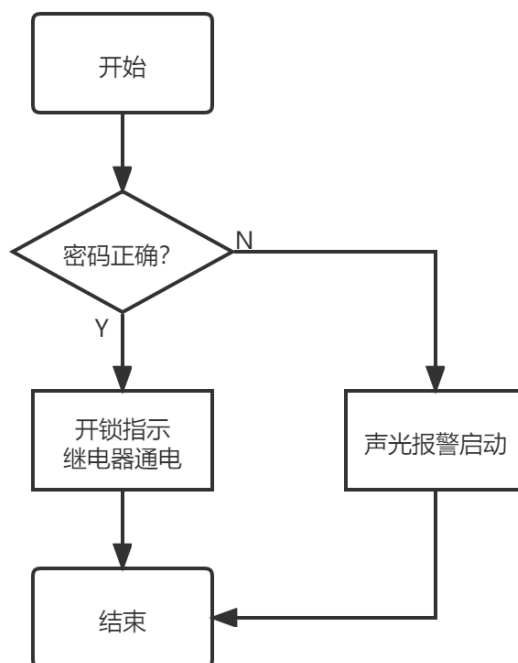
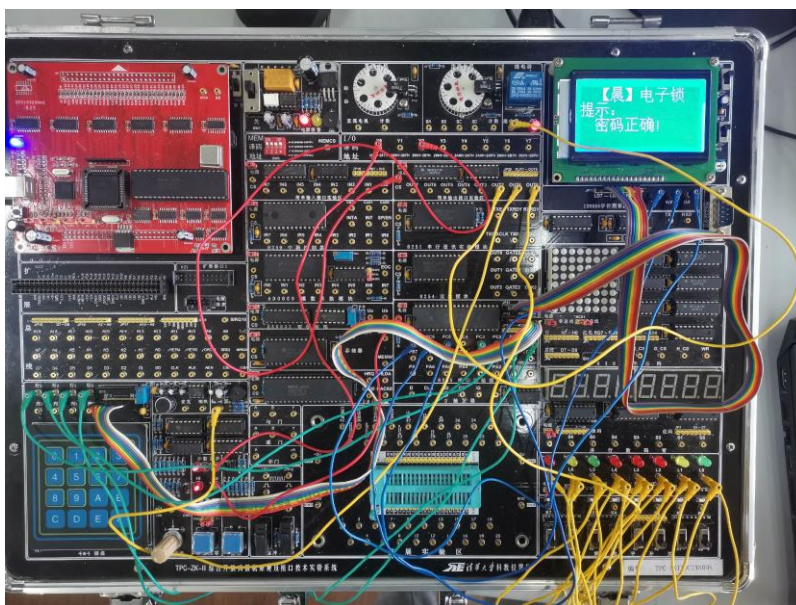
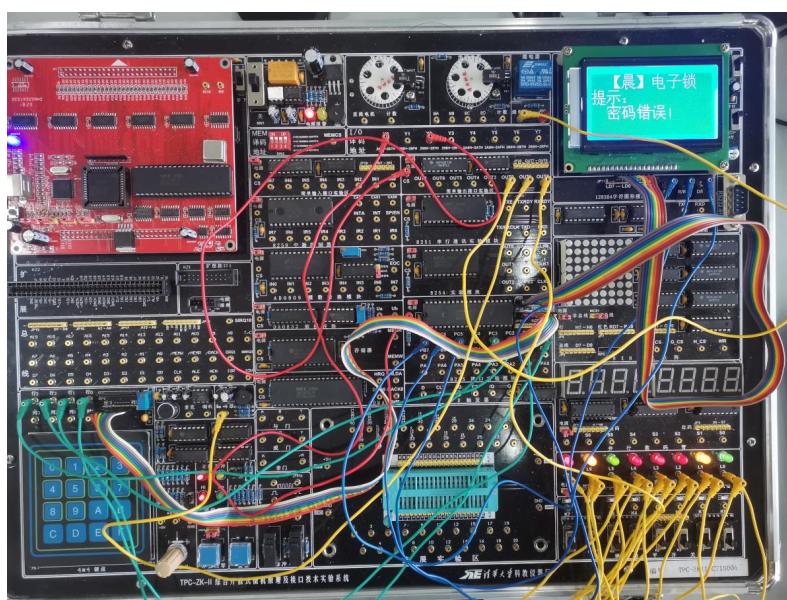

图 4-13 开锁提示模块程序流程图
图 4-14 开锁指示继电器
图 4-15 声光报警
当输入密码正确时，从图 4-14 可以看出，位于试验箱上方的开锁指示继电器通电。
当密码输入错误时，从图 4-15 可以看出，位于试验箱右下方的 8 个 LED 灯全亮，同时左侧蜂鸣器响，达到声光报警的功能。
对于密码输入的正误判断，LCD 显示“开锁成功”或者“密码错误”，运行界面截图如图 4-13、图 4-14 所示。
- ②当输入的六位密码正确时，此时按下确定键，开锁指示继电器通电，LCD 屏幕显示“密码正确”，如图 4-14 所示；而当密码输入错误时，声光报警启动，LCD 屏幕显示“密码错误”，如图 4-15 所示。通过简单的条件程序结构，实现了上述功能。